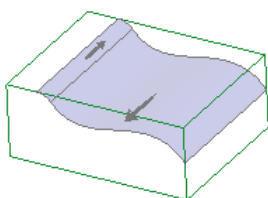

图 19.3.34 切削方向
Step6. 在弹出的“切削定义”对话框中选中 **自曲面等值线** 单选项，在“曲线列表”中依次选中曲面标识，然后单击 **调整** 按钮，调整切削方向，最后的调整结果如图 19.3.34 所示。